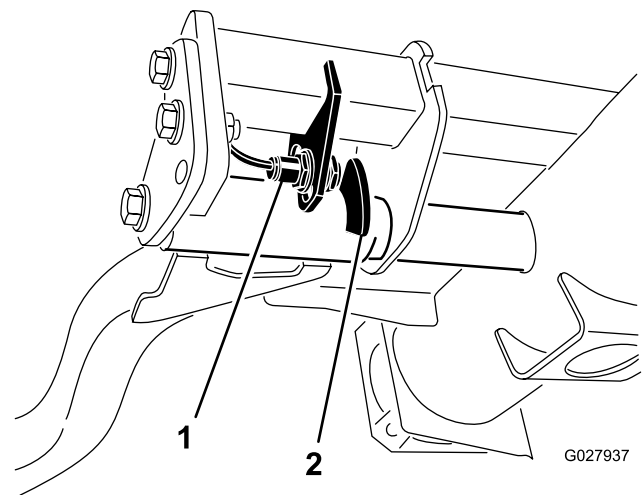

Figura 38
2. L'interruttore del braccio di sollevamento è situato sotto il serbatoio idraulico, dietro il braccio di sollevamento anteriore destro (Figura 38).